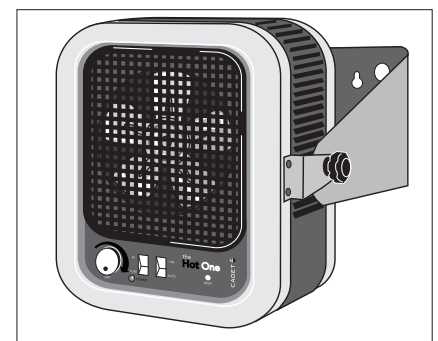

Figura 3
5. El calentador debe mantenerse sin obstrucciones: Distancia mínima de 3 pies por delante, 6 pulgadas por detrás y por encima, y 12 pulgadas como mínimo por los costados. Vea la Figura 3.
2. Monte el soporte en la posición deseada de la pared (Vea la Figura 3). Tanto la pared como los herrajes de montaje deben tener la resistencia adecuada para soportar el calentador.